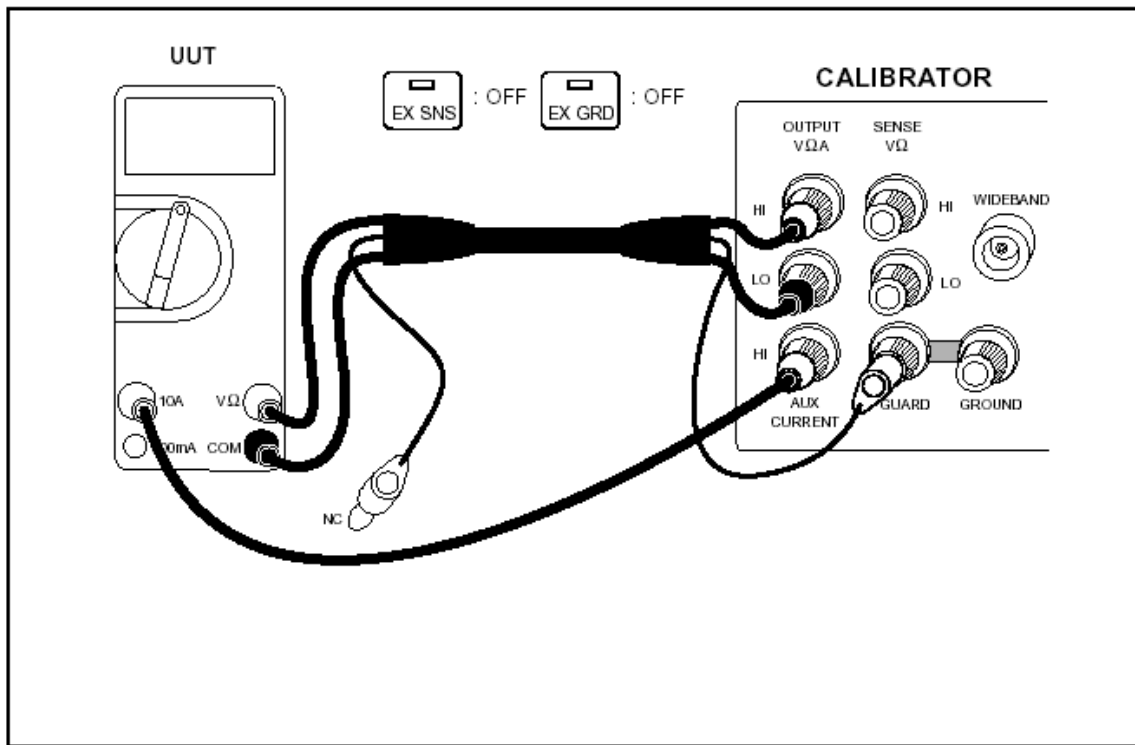

图4-11. 测试Fluke 70系列数字多用表的电缆连接
- a. 确认校准器处于预备状态，并按图4-11连接数字多用表。